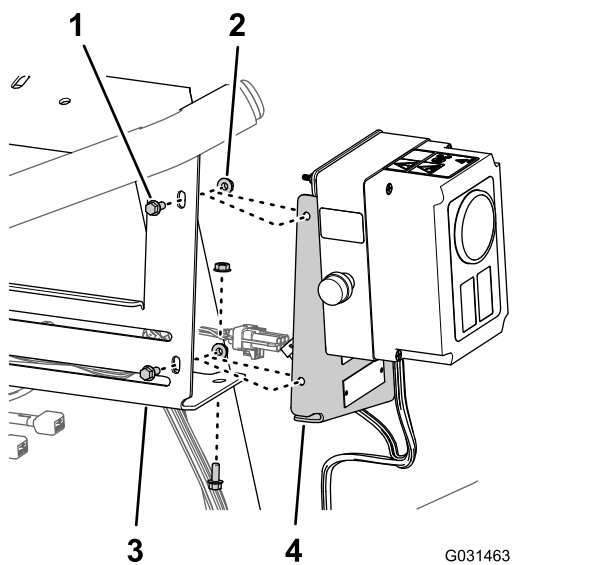

図 19
- コントロールボックスの取り付けプレートをスプレーヤのバルブ用のマニホルドマウントに固定しているフランジヘッドボルト $\frac{1}{4} \times \frac{5}{8}$ " 3本と鋸歯付きフランジナット $\frac{1}{4}$ " 3個を取り外す 図 19。
2. マニホールドマウントから取り付けプレートを外す 図 19。